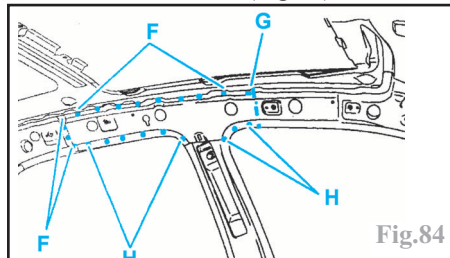

Fig.84
-points bouchons au MIG (suivant F) et meuler les bouchons (Fig.84),